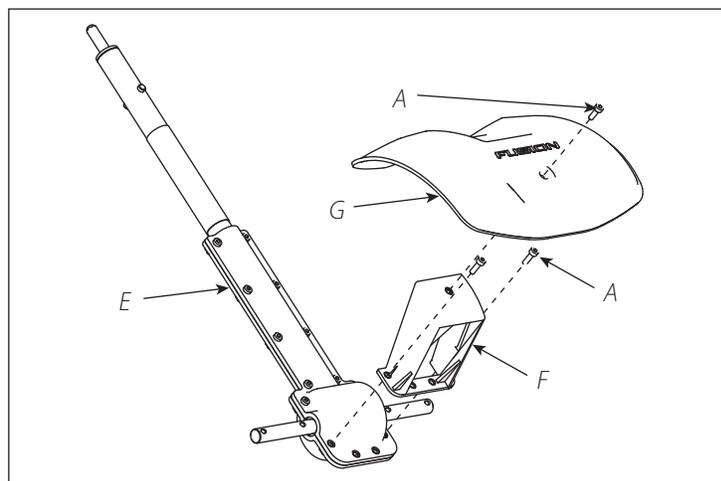

FIGURE 2
2. Monter le support de garde-boue (F) sur le réducteur (E) avec deux vis (A) à l'aide de la clé en L (B) fournie dans le sac de pièces. **VOIR FIGURE 2**
3. Monter le garde-boue (G) sur le réducteur avec la vis (A) à l'aide de la clé en L (B). **VOIR FIGURE 2**
4. Monter les quatre fraises (H) sur le réducteur à l'aide des quatre goupilles en épingle (D).